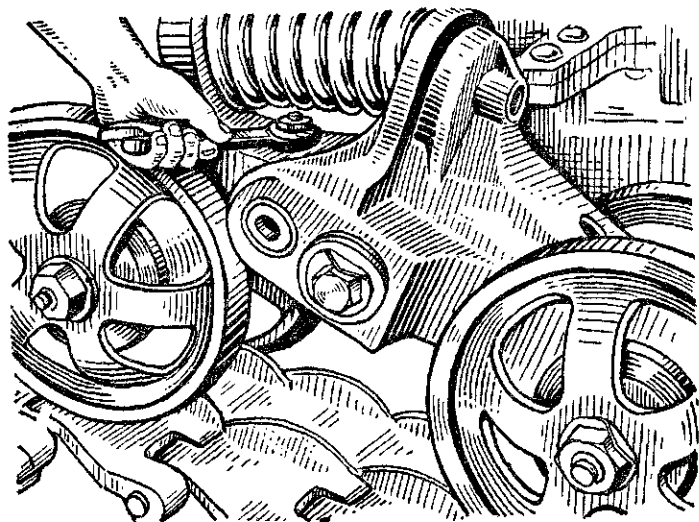

Рис. 45. Затяжка гайки клина оси качания.
3. Периодически проверять затяжку гайки клина оси качания (рис. 45).